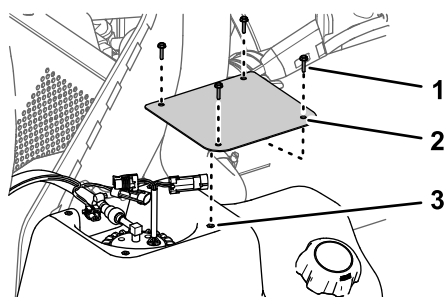

図 82
2. 燃料タンク部分で、カバーを燃料タンクに固定しているねじ#10 x ¾" 4本を外して、カバーを取り外す 図 82。